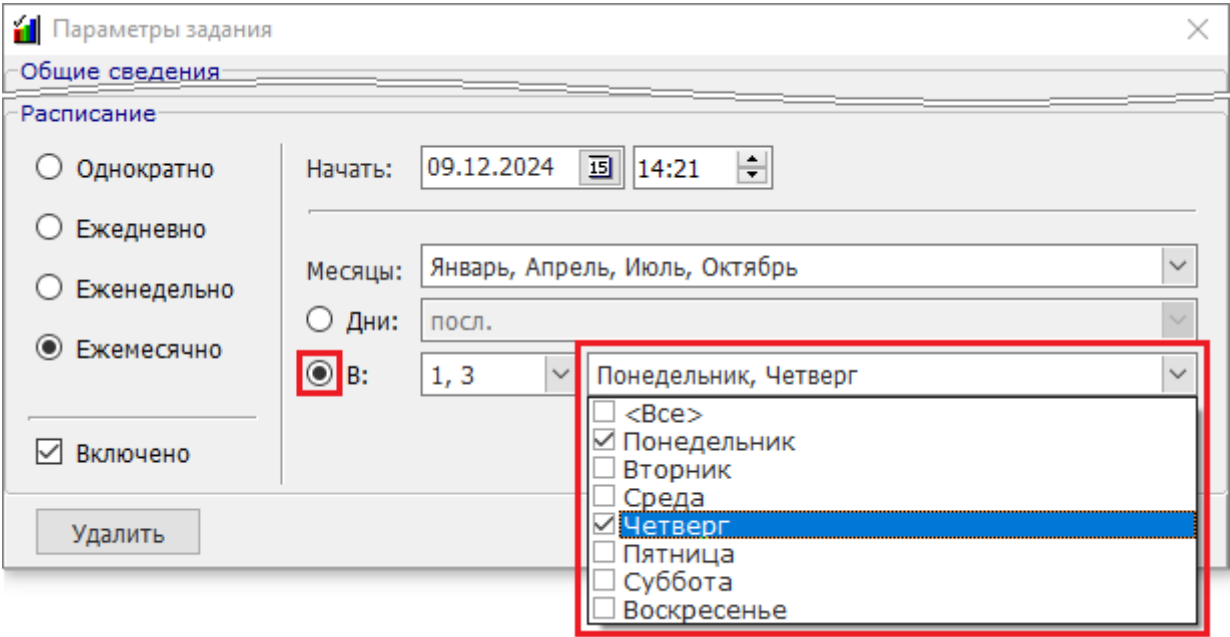

Рисунок 10-261 Выпадающий список выбора дней недели
- б) в выпадающем списке выбора дней недели выберите (установкой флагов) дни недели, в которые будет осуществляться автогенерация (см. Рисунок 10-261).